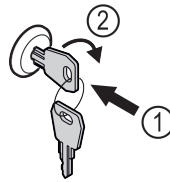

Fig. 193
- ▶ 按入钥匙。 Fig. 193 (1)
- ▶ 将钥匙顺时针转动 90°。 Fig. 193 (2)